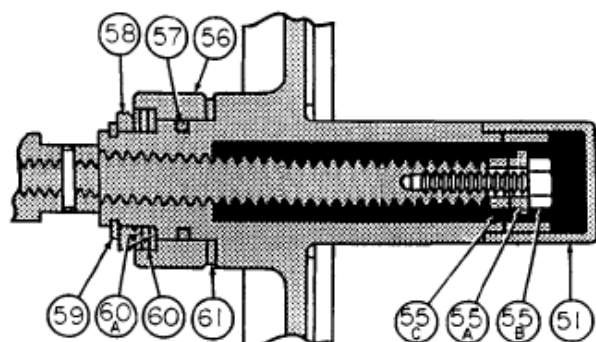

Рисунок 5 – Деталировочный чертеж маховика. Приводы размера В и С
- A. Снимите удерживающие хомуты (63) и вытолкните штифт (66). Убедитесь в том, что втулка (65) осталась в кронштейне (64).
- B. Извлеките шарнирные пальцы (72) и снимите узел маховика.
- C. Снимите узел вала маховика (55), стопорное кольцо (59) и открутите гайку (58). Снимите игольчатый подшипник и кольцо подшипника (60). Очистите игольчатый подшипник и кольцо, осмотрите их на предмет износа. При необходимости замените их.
- D. Извлеките шарнирный палец маховика (56) и упорную шайбу (61). Проверьте состояние шайбы и замените ее при необходимости. Проверьте состояние уплотнительного кольца (57) и замените его при необходимости.
- E. Очистите резьбу АСМЕ на маховике (54) и узле вала (55) и нанесите на нее смазку Molykote G.
3.5.1.2 Повторная сборка (рис. 5)
- A. Вставьте упорную шайбу (61) и уплотнительное кольцо (57). Нанесите на уплотнительное кольцо небольшое количество силиконовой смазки.
- В. Вставьте шарнирный палец маховика (56) в узел маховика. Смажьте и установите кольцо подшипника, игольчатый подшипник и наружное кольцо.
- С. Установите гайку (58) скошенной стороной к кольцу подшипника и плотно закрутите ее. НЕ ЗАТЯГИВАЙТЕ СЛИШКОМ СИЛЬНО. Установите на место стопорное кольцо (59). При правильной сборке гайка (58) должна касаться стопорного кольца (47).